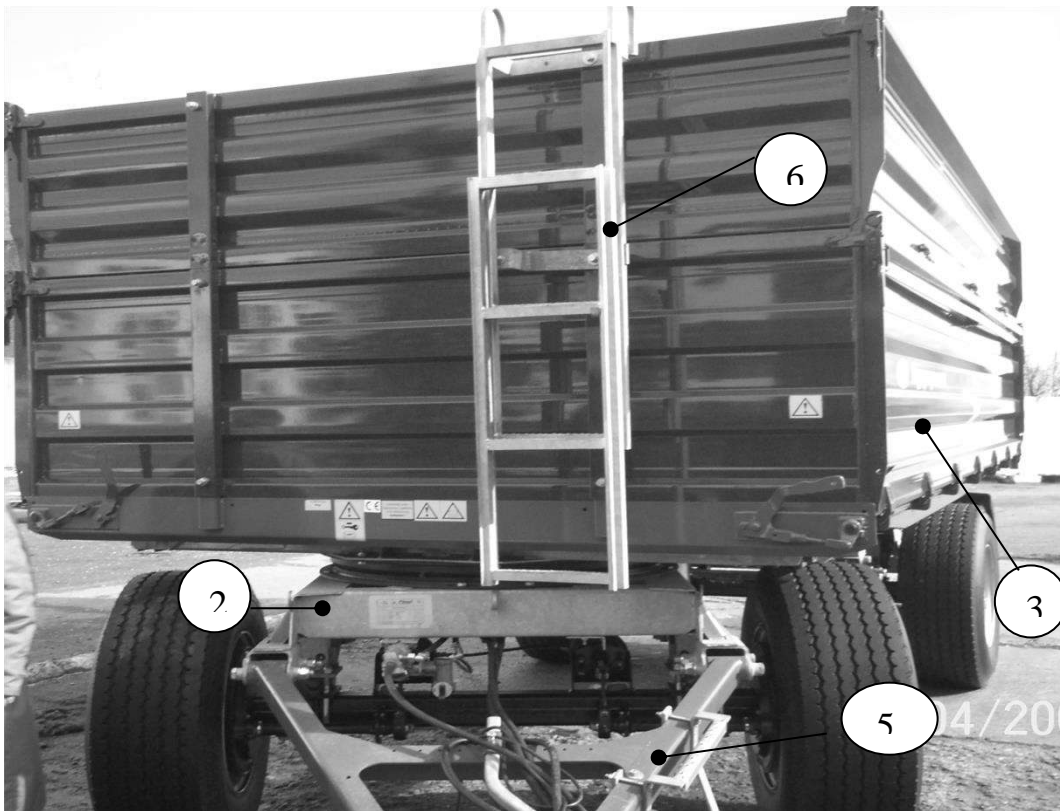

Рис. 1 Прицеп тракторный двухосный 2ПТС-14 (вид спереди)
2.1.1 Прицеп состоит из следующих составных частей (рис. 1; 2):
- усиленного поворотного круга (рис.1, поз.2);
2.1.3 Усиленный поворотный круг (рис.1 поз.2) представляет собой сварную рамную конструкцию из швеллера, сверху на которой крепится поворотный круг, снизу рессоры передней оси, спереди прицепное устройство, сзади – ресивер тормозной системы. Поворотный круг верхней частью соединяется с рамой при помощи болтов. Рама поворотного круга имеет защитное антикоррозионное покрытие.
2.1.6 Кузов прицепа (рис.1 поз.3) состоит из:
2.1.8 Лестница со ступеньками (рис.1 поз.6) обеспечивает доступ внутрь кузова. Она закреплена спереди прицепа. Внутри кузова имеется две ступеньки. Лестница телескопическая и используется как с дополнительными бортами, так и без них. Часть лестницы располагается на прицепном устройстве.
2.1.9 Прицепное устройство со сцепной серьгой (рис.1 поз.5) обеспечивает надежное и жесткое соединение прицепа с трактором. Прицепное устройство представляет собой сварную конструкцию из гнутого профиля. В передней части устройства вваривается сцепная серьга, в задней втулки шарниров. Посредством втулок шарниров прицепное устройство крепится к раме поворотного круга. Для удобства